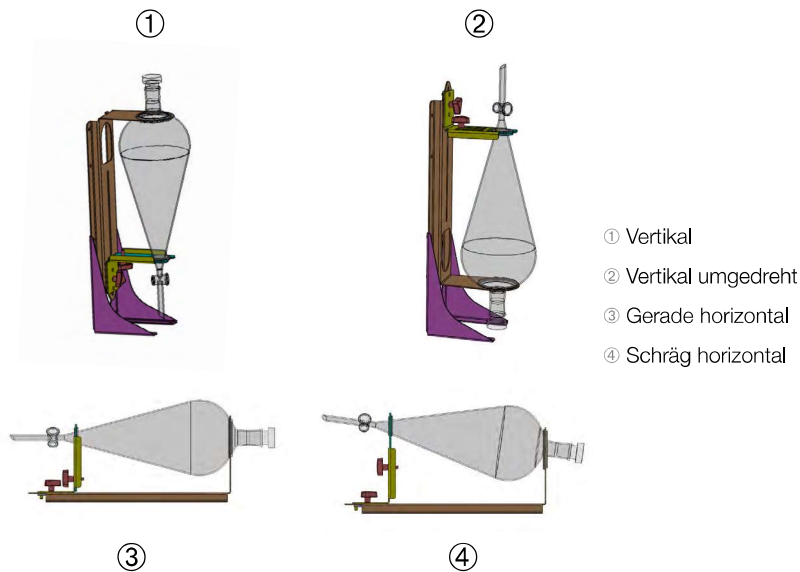

Abbildung 90: Einbaupositionen des Scheidetrichterhalters
Die horizontale Position ③ in Abbildung 90 kann in der Höhe eingestellt werden, um die schräge Ausrichtung zu erhalten, die in ④ dargestellt ist. Zusätzlich kann der Scheidetrichterhalter mit dem Vertikalständer (als Zubehör erhältlich) kombiniert werden, um die unter ① und ② gezeigten vertikalen Anordnungen herzustellen. Der Halter kann auch so angebracht werden, dass der Trichterhahn nach unten zeigt ①, oder umgekehrt, um die unter ② dargestellte Anordnung zu erhalten.
1. Befestigen Sie den Scheidetrichterhalter am langen Ende des Vertikalständers, wie in ① und ② der Abbildung 90 dargestellt.